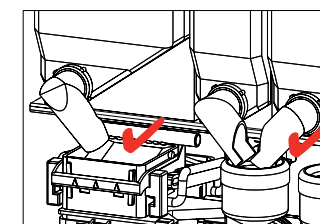

Abb. 18
- Ausgabeknie wieder in die richtige Position drehen (Abb. 18).